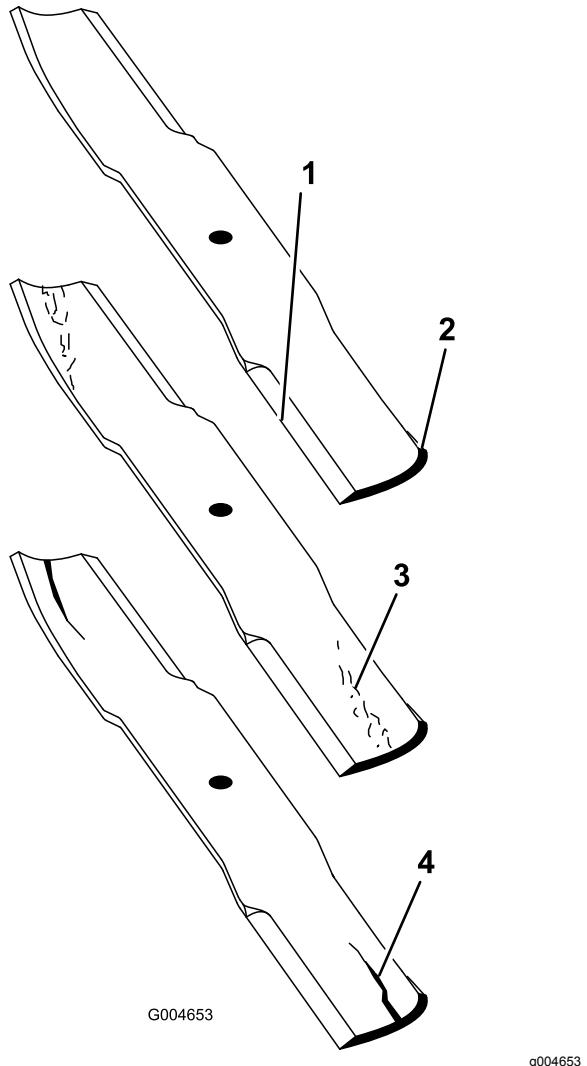

Figure 25
- Examinez attentivement les tranchants de la lame, particulièrement au point de rencontre de la partie plane et de l'ailette (Figure 25).
Remarque: Le sable et les matières abrasives peuvent éroder le métal à cet endroit, c'est pourquoi il est important de contrôler l'état de la lame avant d'utiliser la tondeuse. Remplacez la lame si elle semble usée (Figure 25).